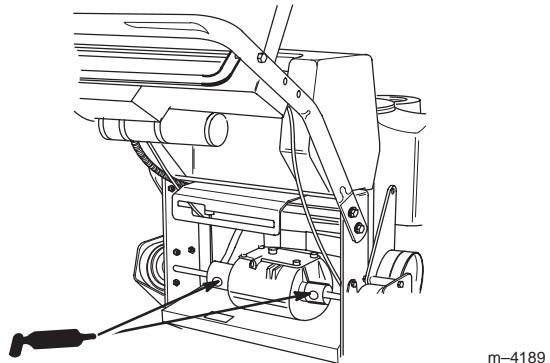

Bild 30
2. Fetten Sie die Kopplungen am Getriebe ein (Bild 30).